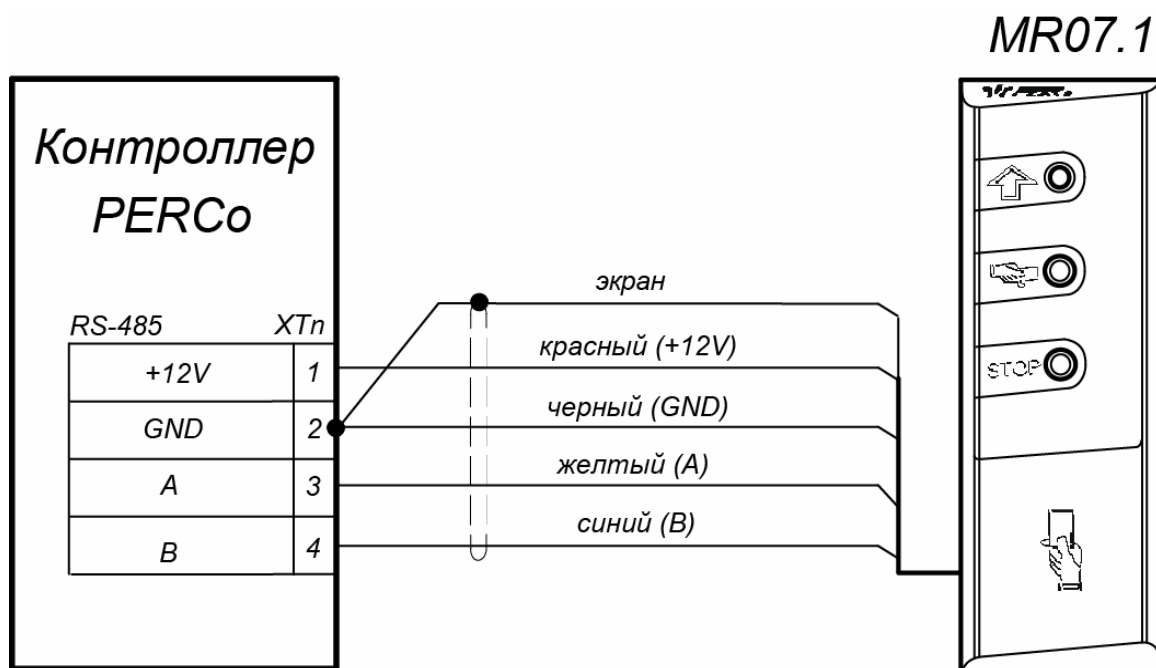

Рисунок 3. Схема подключения считывателя к контроллеру PERCo
Индикаторы считывателя предназначены для отражения событий и состояний считывателя и контроллера СКУД. Управление индикацией считывателя контроллером СКУД осуществляется командами по интерфейсу RS-485 (схему подключения см. на рис. 3).
7. Проложите кабель, закрепите его и подключите к контроллеру СКУД (схему подключения смотри на рис. 3 и в руководстве по эксплуатации на соответствующий контроллер). Удлинение соединительного кабеля считывателя производится в соответствии с требованиями разд. 6.2, при этом сигнальные линии А и В интерфейса **RS-485** должны идти в одной витой паре (по симметричному каналу).